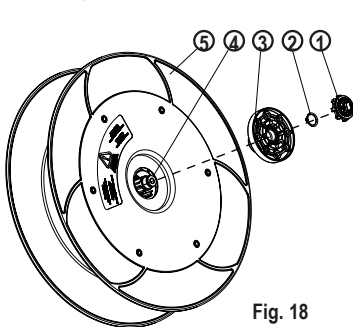

Fig. 18
- With the spool assembly outside the casing, the Tensor piece (1) (fig. 18) is released, take it apart without disassembling its inner metallic sheet. Keep it to be able to install again later.
- Remove the circlip (2) (fig. 18) which keeps the spring fixation on the spool shaft (4) (fig. 18). Take apart the spring fixation (3) (fig. 18), without disassembling the bearing located inside it. Keep all the components to be able to reassembly later.
- Mount the spring fixation (with its bearing inside) (3) (fig. 18) through the brass shaft, and fasten it in its position using the circlip (2) (fig. 18).
- Place the Tensor piece (1) (fig. 18) (with its metal sheet assembled inside) over the spring fixation (3) (fig. 18). This Tensor piece will be loose, so hold it with your hand while taking the spool assembly inside the casing (the one with no service window). Make sure the Tensor piece fits in the casing central hole.
- Med spolmontaget utanför höljet släpps fjäderspännaren (1) (fig. 18), plocka isär dem från varandra utan att demontera den inre metallplåten. Behåll den för att kunna installera igen senare.
- Ta bort ringen (2) (fig. 18) som håller fjäderfästet på spolaxeln (4) (fig. 18). Ta bort fjäderfästningen (3) (fig. 18), utan att demontera lagret som är placerat inuti det. Behåll alla komponenterna så att de kan monteras senare.
- Montera fjäderfästet (med sitt lager inuti) (3) (fig. 18) genom mässingsaxeln och fäst den i sitt läge med hjälp av ringen (2) (fig. 18).
- Placera fjäderspännaren (1) (fig. 18) (med metallplåt monterad inuti) över fjäderfixeringen (3) (fig. 18). Denna kommer att vara lös, så håll den med handen medan du monterar spolenheten inuti höljet (den som inte har något servicefönster). Se till att fjäderspännaren passar i höljets centrala hål.